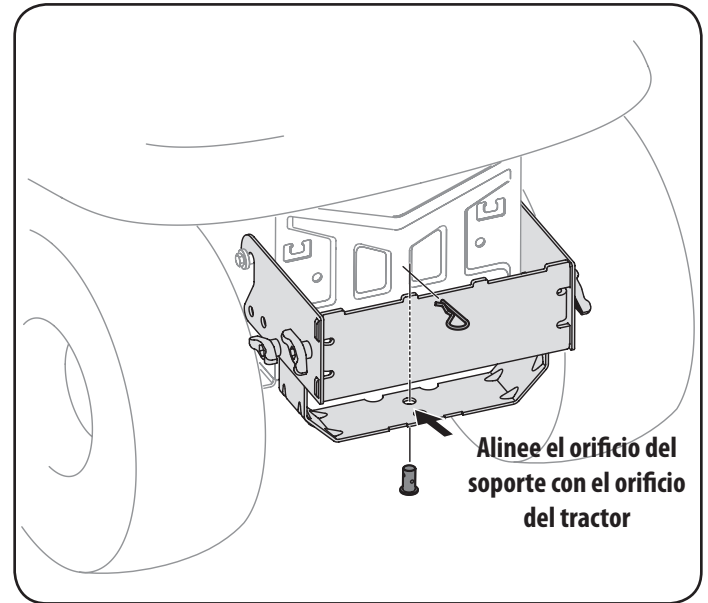

Figura 9
2. Instale el pasador de horquilla (711-0309A) del paquete de herrajes 689-00312 en el enganche del tractor y fije con un sujetador de horquilla (714-0117). Consulte la Figura 9.